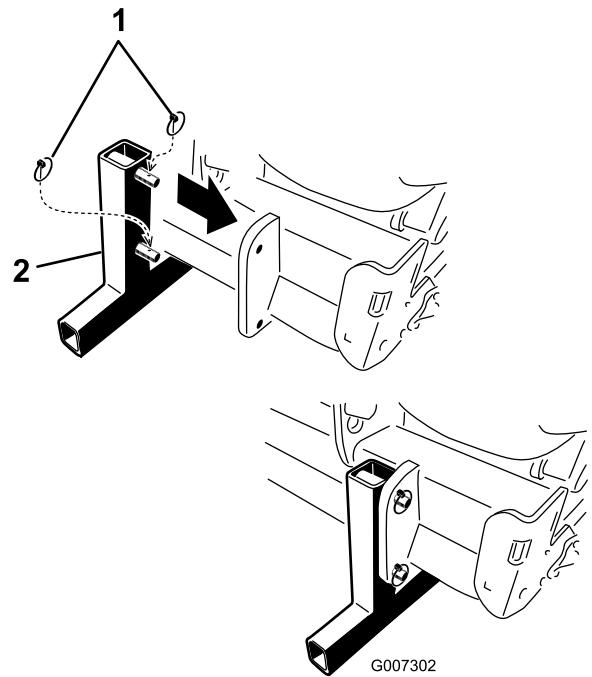

Figure 43
2. Installez les supports de rangement et fixez-les à la machine avec les goupilles à anneau (Figure 43).